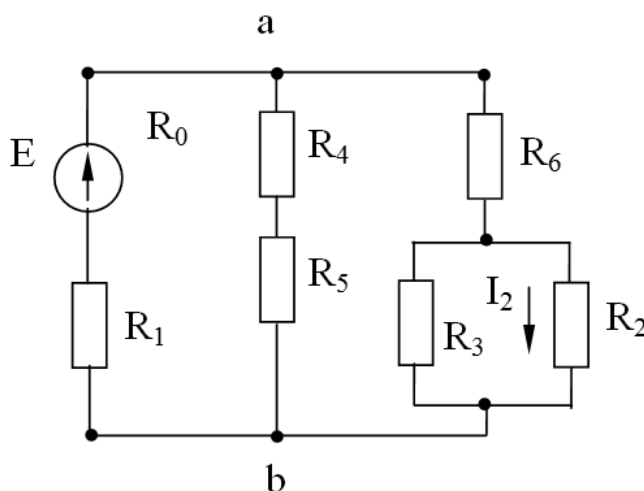

Рисунок 5 – Электрическая цепь задачи для самостоятельного решения
**Задача.** Для цепи (рисунок 5) известны значения  $R_0, R_1, R_2, R_3, R_4, R_5, R_6$  и ток  $I_2$ . Определить ЭДС источника, а также значения токов в ветвях.